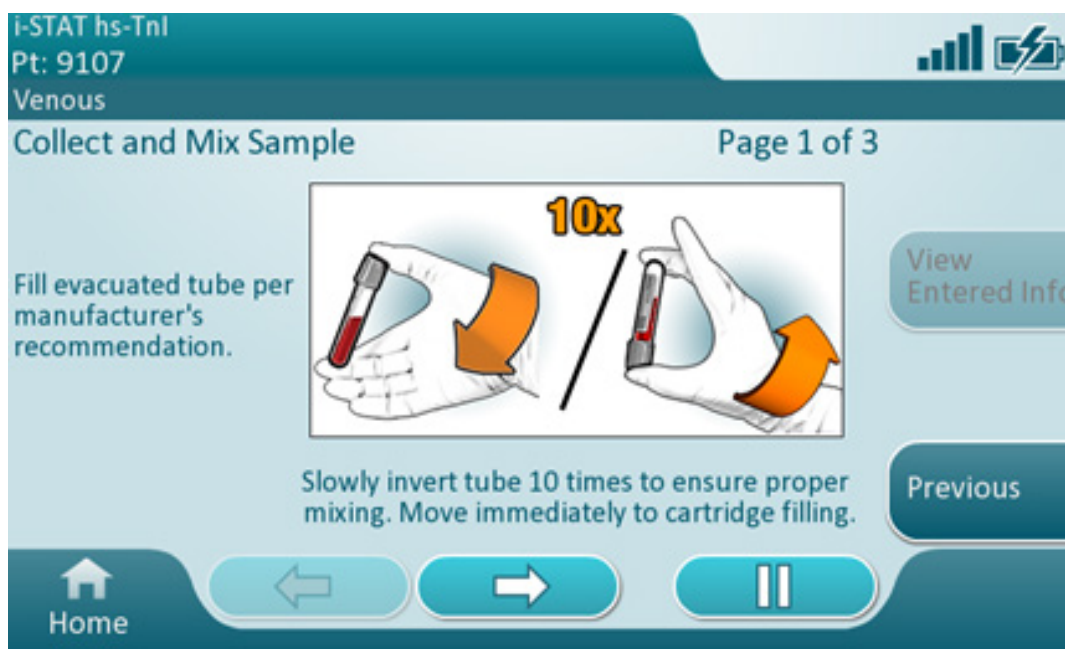

Figura 3.4.4
- Cuando los valores de corte específicos por sexo están activados y el paciente se encuentra en la lista de ADT, la prueba continuará con el mensaje correspondiente según el cartucho escaneado (Figura 3.4.4):